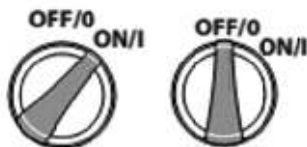

Рис. 18
4. Переведите выключатель на мойке в положение **ON** (Рис. 18). Двигатель начнет работать создавая давление в системе, при достижении максимального значения давления двигатель остановится.